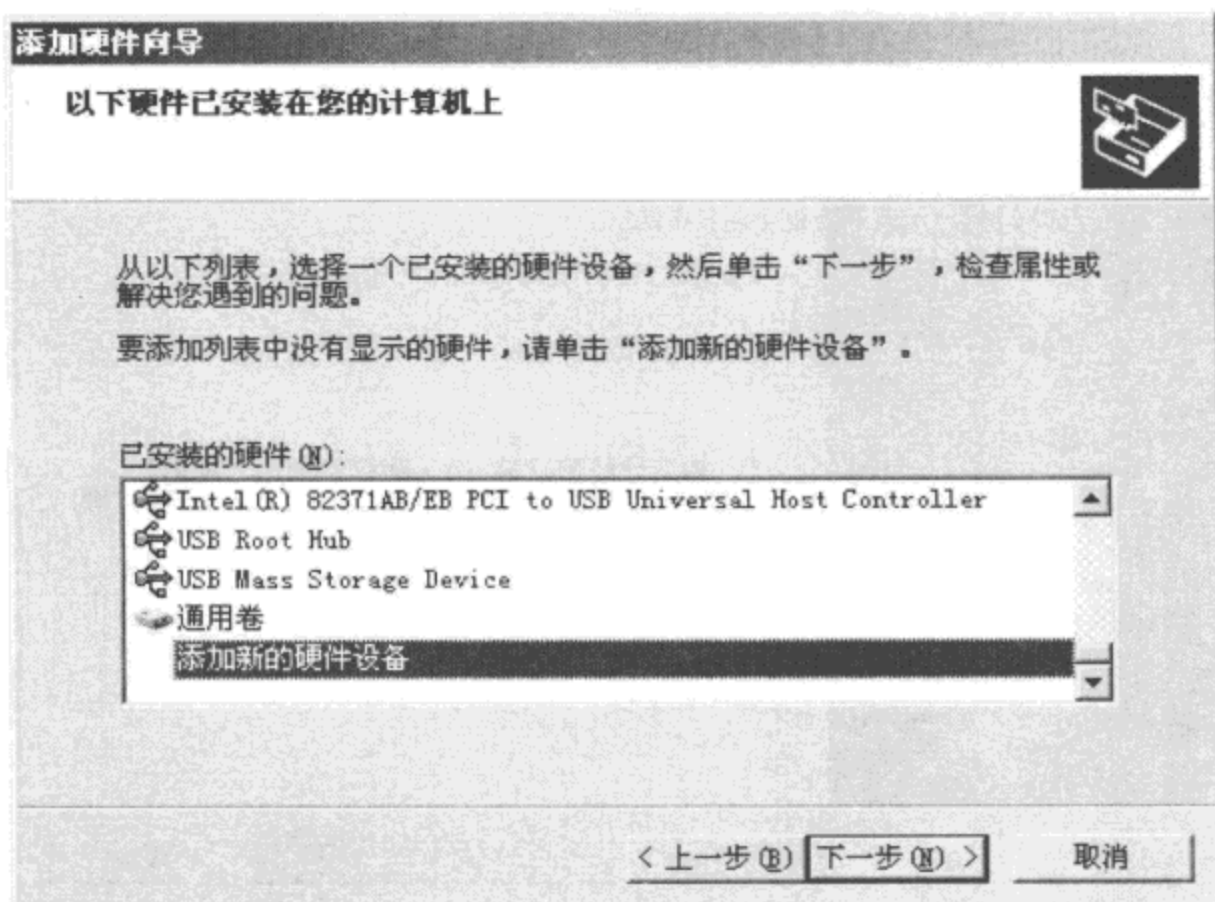

图 2-25 确认添加硬件
Step3: 如图 2-25 所示，选择“添加新的硬件设备”选项。